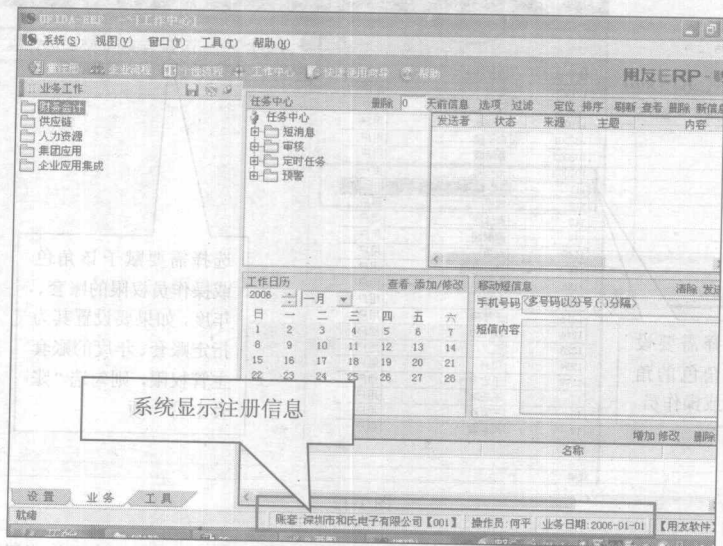

图 1-11
(11) 在操作员框中输入“112”，选择 001 账套，语言区域选择“简体中文”，操作日期输入“2006-1-1”，单击“确定”按钮，系统打开“UFIDA-ERP-[工作中心]”窗口，如图 1-11 所示。在此所做的任何操作都是以用户 112 号何平对 001 账套进行的。